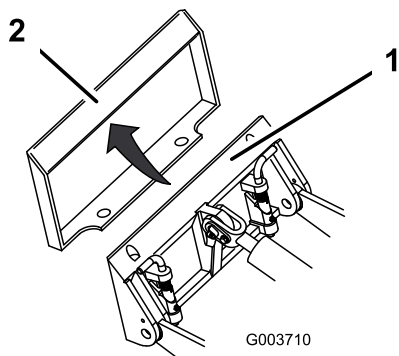

Figura 27
4. Coloque la placa de montaje debajo del reborde superior de la placa receptora del accesorio (Figura 27).